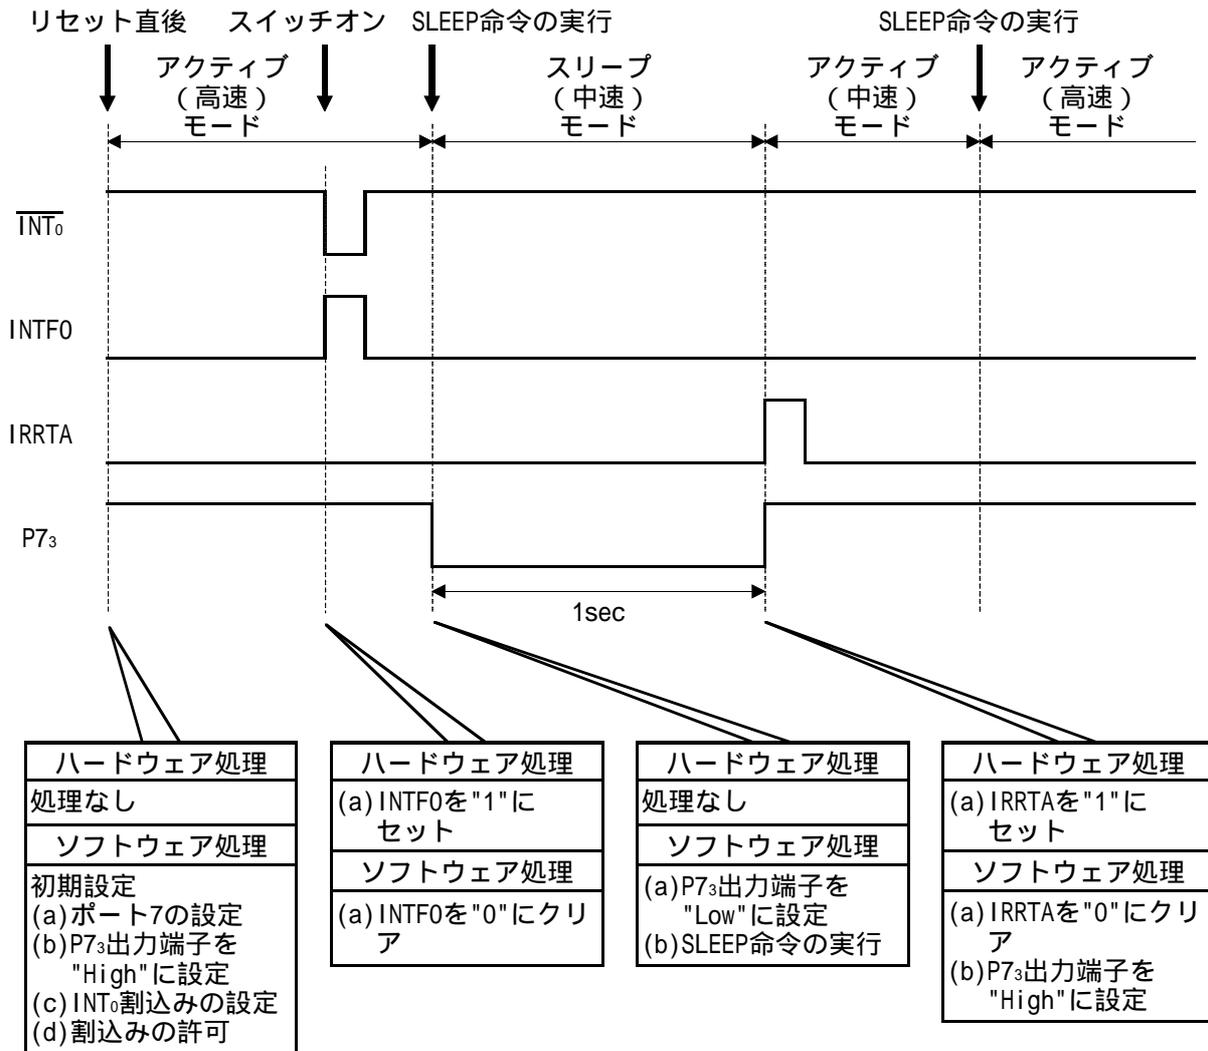

図3 スリープ（中速）モードへの遷移の動作原理
(1) 図3に動作原理を示します。図3に示すようなハードウェア処理、およびソフトウェア処理によりスリープ（中速）モードへの遷移を行ないます。